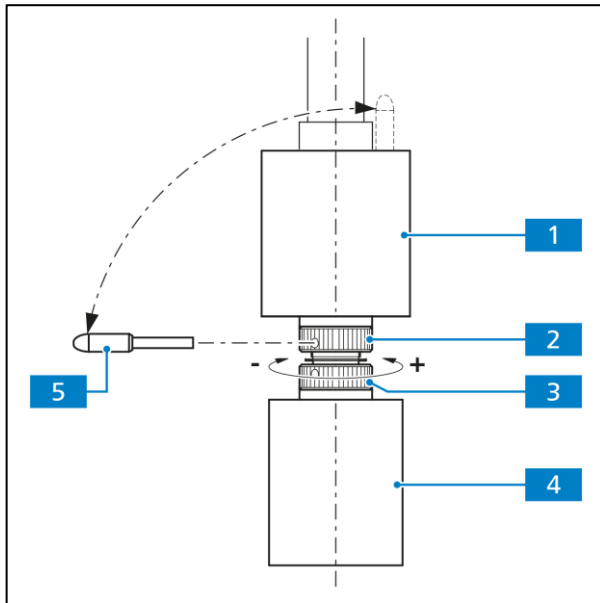

Abb. 3-9 Friktionseinstellung
Die Länge des X- bzw. Y-Triebes kann durch axiales Verschieben des jeweiligen coaxialen Rändelknopfes (Abb. 3-9/4 bzw. 1) innerhalb eines Bereiches von ca. 15 mm verändert werden.
- Koaxialen Rändelknopf für X-Verstellung (Abb. 3-9/4) ganz nach unten schieben.
- Mitgelieferten Justierstift (Abb. 3-9/5) dem koaxialen Rändelknopf für die Y-Verstellung (Abb. 3-9/1) entnehmen und in eine der Bohrungen der unteren Lochmutter (Abb. 3-9/3) einstecken.
- Koaxialen Rändelknopf für X-Verstellung (Abb. 3-9/4) festhalten und Lochmutter mit Justierstift im Uhrzeigersinn (kleineres Friktionsmoment: -) oder gegen Uhrzeigersinn (größeres Friktionsmoment: +) verstellen, bis gewünschte Gängigkeit erreicht ist (siehe Abb. 3-9).
- Koaxialen Rändelknopf für Y-Verstellung (Abb. 3-9/1) ganz nach oben schieben.
- Mitgelieferten Justierstift (Abb. 3-9/5) in Bohrung der oberen Lochmutter (Abb. 3-9/2) stecken.
- Koaxialen Rändelknopf für Y-Verstellung (Abb. 3-9/1) festhalten und Lochmutter mit Justierstift im Uhrzeigersinn (kleineres Friktionsmoment: -) oder gegen Uhrzeigersinn (größeres Friktionsmoment: +) verstellen, bis gewünschte Gängigkeit erreicht ist.
- Justierstift wieder in koaxialen Rändelknopf für die Y-Verstellung (Abb. 3-9/1) einstecken.